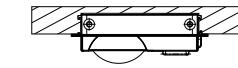

Fig. 5
8.1.9. Inserire il tappo di copertura fig. 5 in corrispondenza dell'uscita del cavo di alimentazione.
8.2.2. Inserire il tappo di copertura fig. 5 in corrispondenza dell'uscita del cavo di alimentazione.